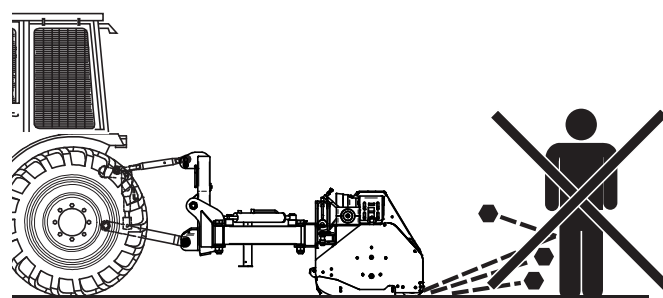

Fig. 24
- フレイルモアの作業エリアに誰もいないことを確認します（図24）。